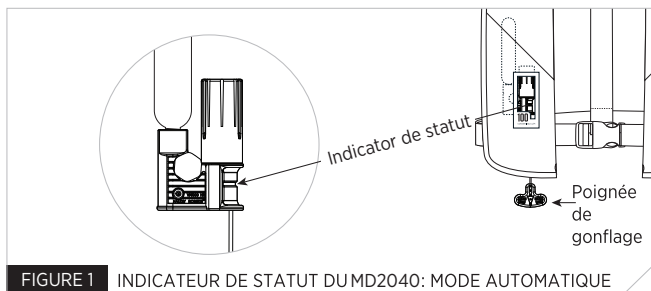

FIGURE 1 INDICATEUR DE STATUT DU MD2040: MODE AUTOMATIQUE
1. Examinez l'indicateur de statut du système de gonflage par la fenêtre (Fig. 1). Assurez-vous qu'il affiche la couleur verte. Si l'indicateur de statut est rouge, le mécanisme a été déclenché ou n'est pas armé correctement (voir « Réarmer votre VFI en mode automatique », page 9, ou « Réarmer votre VFI en mode manuel », page 10).
5. Assurez-vous que l'indicateur de statut est vert et que la poignée de gonflage pend hors du VFI (Fig. 1). Fixez les bandes VelcroMD de chaque côté du VFI
- La poignée de gonflage pend à l'extérieur du VFI (Fig. 1).
3. Examinez l'indicateur de statut (Fig. 1). Si l'indicateur est rouge, le mécanisme de gonflage a été déclenché ou n'est pas armé correctement et doit être réarmé (voir « Réarmer votre VFI en mode automatique » page 9, ou « Réarmer votre VFI en mode manuel » page 10).